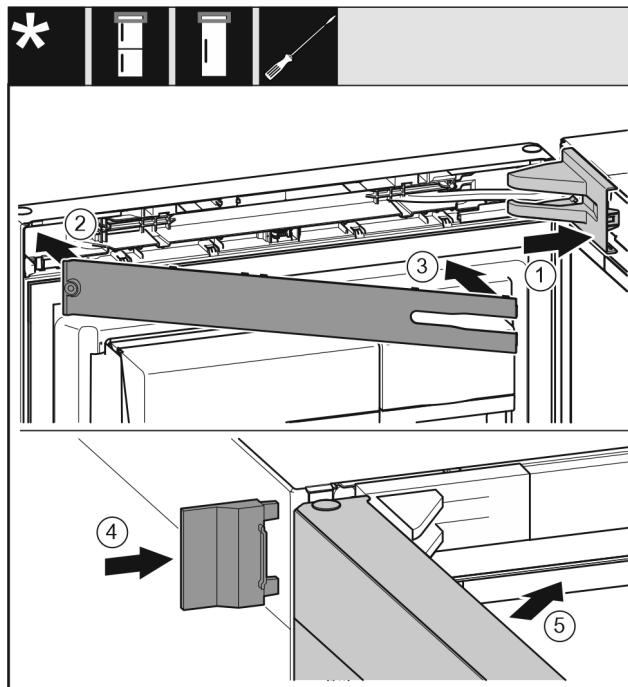

Fig. 31
- ▶ Τοποθετήστε και κουμπώστε το κάλυμμα του στηρίγματος Fig. 31 (1), ενδεχ. Ξεκουμπώστε προσεκτικά.
- ▶ Τοποθετήστε το διακοσμητικό κάλυμμα Fig. 31 (2).
- ▶ Διακοσμητικό κάλυμμα Fig. 31 (3)
- ▶ Ωθήστε το εξωτερικό κάλυμμα Fig. 31 (4).
- ▶ Κλείστε την επάνω πόρτα Fig. 31 (5).